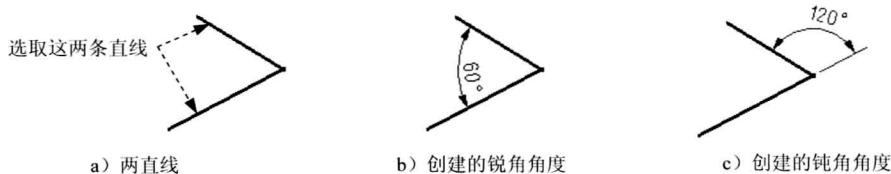

图 2.10.9 角度的标注
标注两条直线间的角度是指标注所选直线之间夹角的大小，且角度有锐角和钝角之分。下面通过标注图 2.10.9 所示的角度来说明标注直线间角度的步骤。
Step 3 移动鼠标至合适位置（移动的位置不同，生成的角度可能是锐角或钝角，如图 2.10.9 所示），单击放置尺寸。